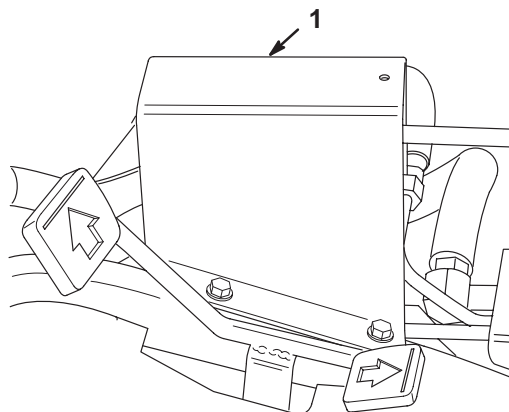

Figure 45
1. Placez les tiroirs 1, 2 et 3 au point mort (mi-course) et déposez le capot de protection de la tige de transfert sur le panneau avant (Fig. 45).